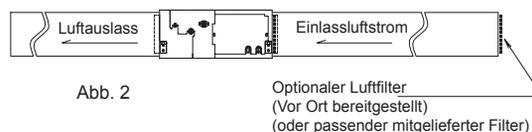

Abb. 2
- Bei Verwendung der Saugleitung wird empfohlen, den Luftfilter am Einlass der Saugleitung zu installieren und dazu den Standard-Luftfilter des Gerätes zu entfernen (Abb. 2 und Abb. 4).